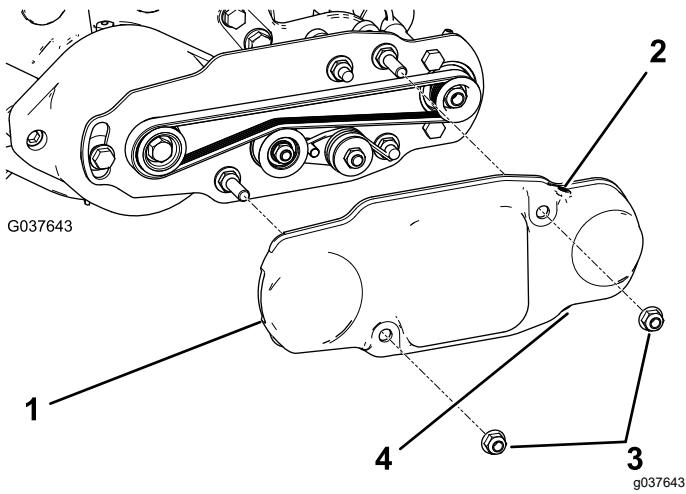

图 18
2. 将皮带罩滑动到安装螺栓上并用 2 个凸缘螺母固定皮带罩 图 18。
- 3. 确保顶部固定螺丝已安装卸下并丢弃用于排水的底部固定螺丝 图 18。